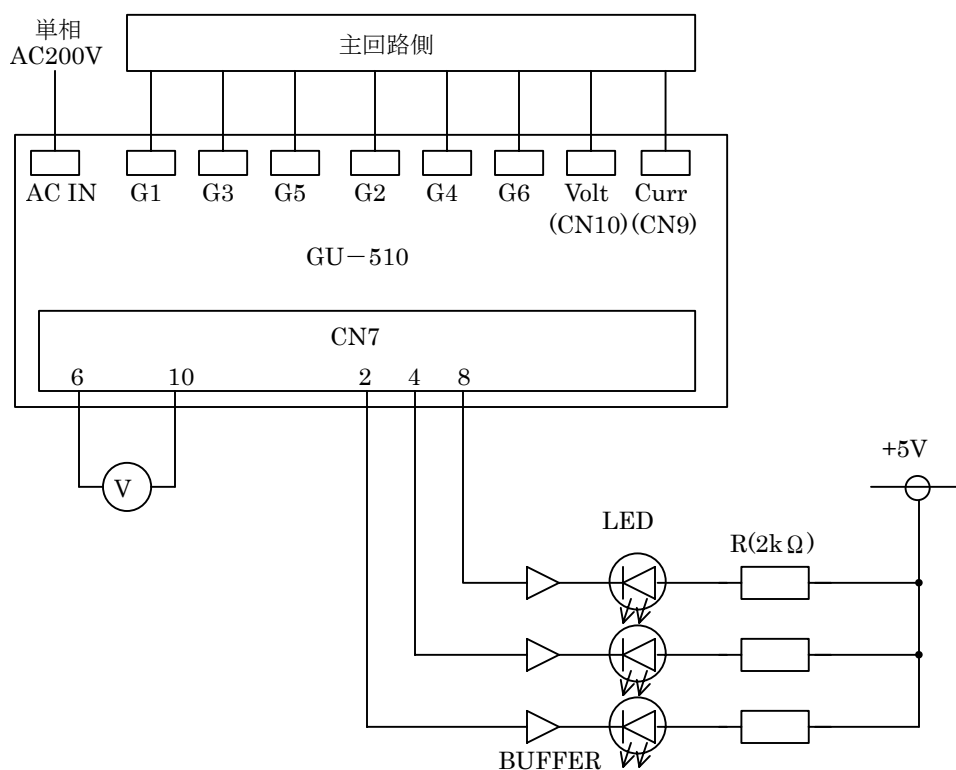

図7. アラーム回路配線例
3) アラーム回路について (図7. 参照)
同様に4番ピンは過電流検出(OC)信号を、8番ピンゲート電圧低下(GUV)信号を出力します。LED等でアラームを確認する場合には図7の様な接続を行って下さい。